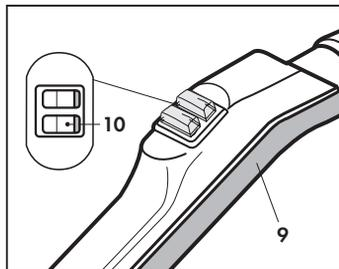
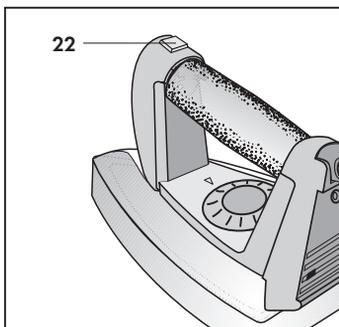

Fig. 23
Fig. 24
- **L'accensione della spia rossa (C) indica che la caldaia è rimasta senz'acqua:** in questo caso, interviene il termostato che blocca automaticamente l'apparecchio. Procedere quindi come segue:
- b) Scaricare la pressione rimasta in caldaia tramite l'accessorio che si sta utilizzando attivando l'interruttore rosso (10) presente sull' impugnatura (9) (Fig. 23). Nel caso si stia utilizzando il ferro da stiro, agire sul pulsante (22) (Fig. 24).
- f) Allentare il tappo di riempimento (E) ed attendere che la pressione si sia completamente scaricata.